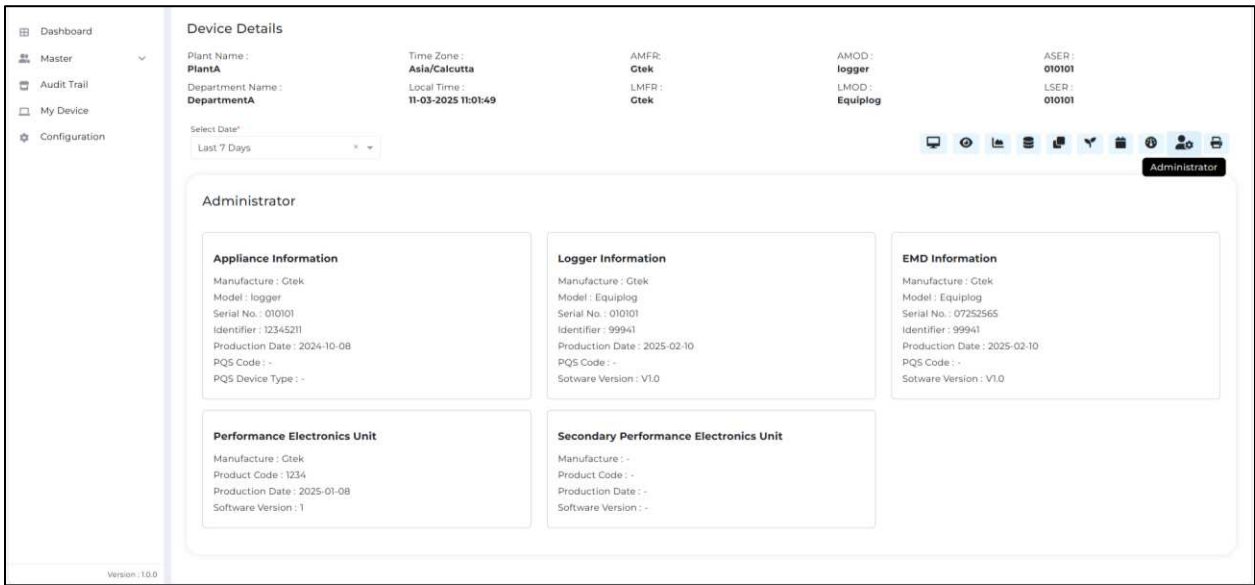

图 56 所选设备的管理员数据仪表盘
- 管理员数据仪表盘显示设备的设备、记录器、EMD 和压缩机组管理信息，如图 56 所示。